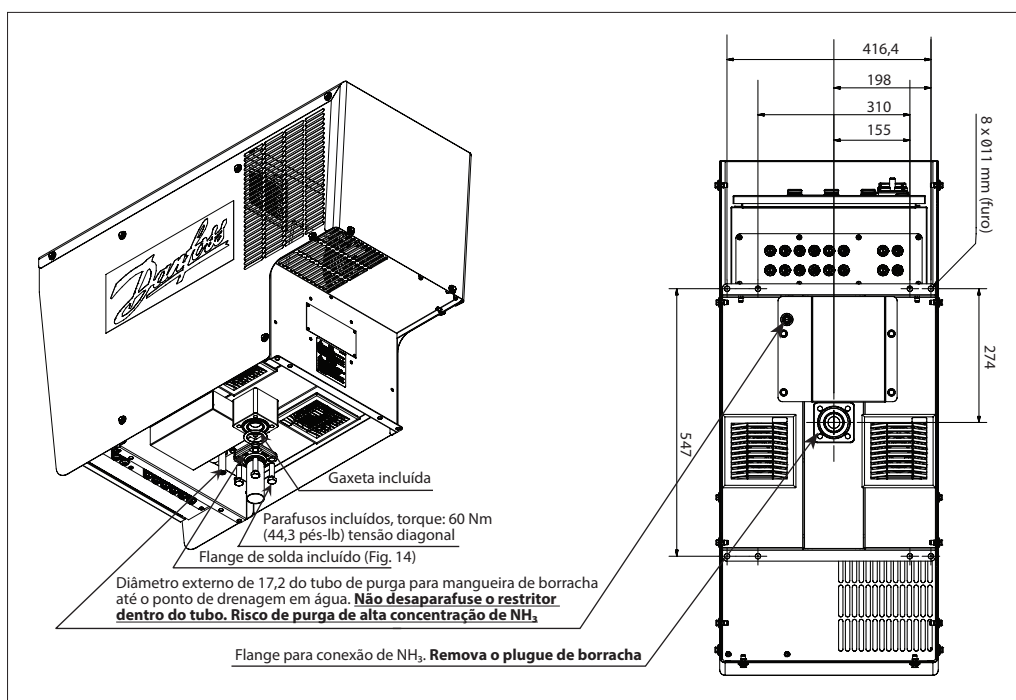
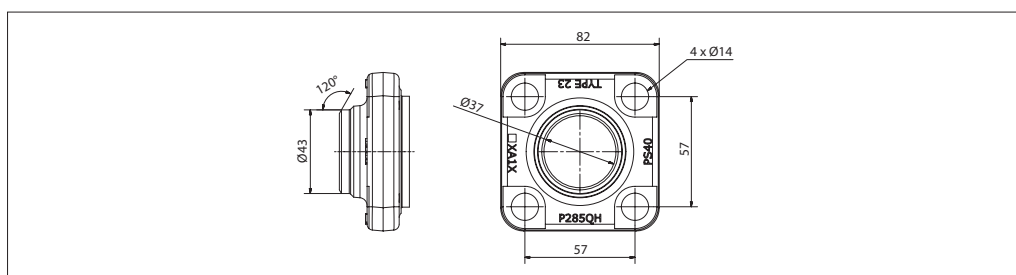

Fig. 13 Conexão de amônia
Fig. 14 Flange de solda incluído
1. Prepare a tubulação de amônia com o flange de solda conforme a Fig. 13 e a Fig. 14. A tubulação principal/drenagem nunca deverá ser menor do que o diâmetro interno de Ø37 mm (1,5 pol.).
3. Eleve o purgador até sua posição utilizando os olhais de elevação presentes em cada lado do gabinete do purgador. **Remova o plugue de borracha da abertura do flange. Consulte a Fig. 13.**